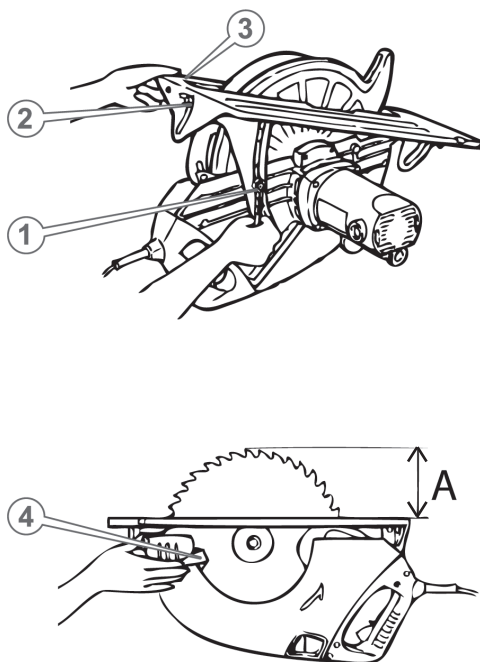

Рисунок 4. Схема регулювання глибини різь.
- встановити циркулярну пилу на рівній чистій поверхні верстата в положення, як на рис. 4;
- послабити важіль фіксації механізму регулювання глибини різь (1, рис. 4);
- обережно підняти край основи металевої бази (2, рис. 4), встановивши необхідну глибину різь (А);
- надійно затягнути важіль фіксації механізму регулювання глибини різь (1, рис. 4);
- переконатися, що глибину різь встановлено правильно — посунути рухливий захисний кожух (3, рис. 4) у напрямку руху годинникової стрілки, щоб відкрився циркулярний диск, та виміряти відстань (А).